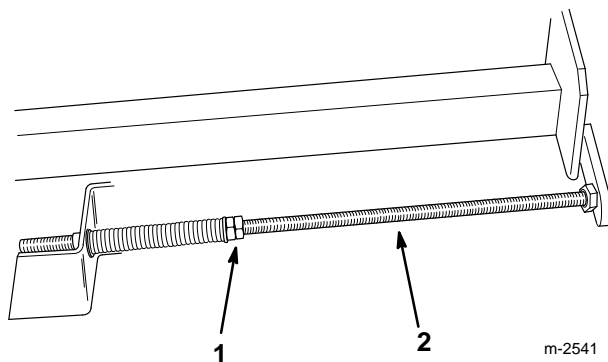

Figure 26
3. Dévisser les contre-écrous des deux tiges de réglage pour relâcher la tension de la courroie de transmission (Fig 26).